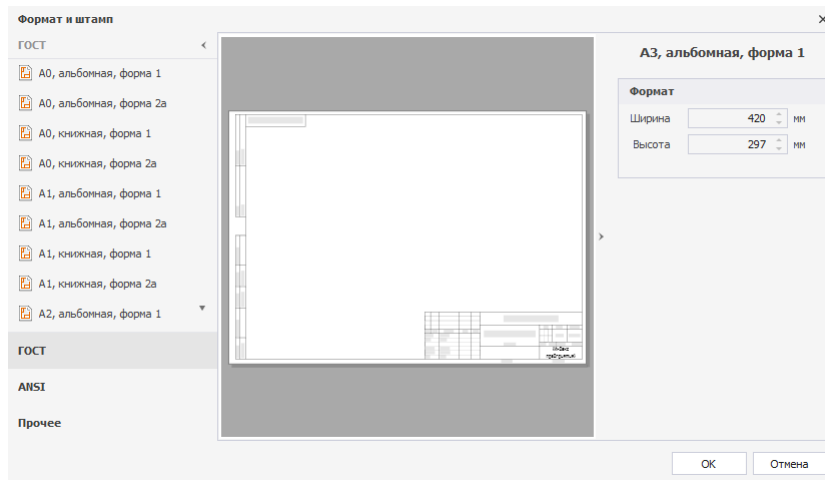

Рис. 18 Выбор формата для листа в окне «Формат и печать»
5. Выбрать необходимый формат листа из списка форматов оформления (сохраненных в системе), расположенного в левой части окна, см. Рис. 18.